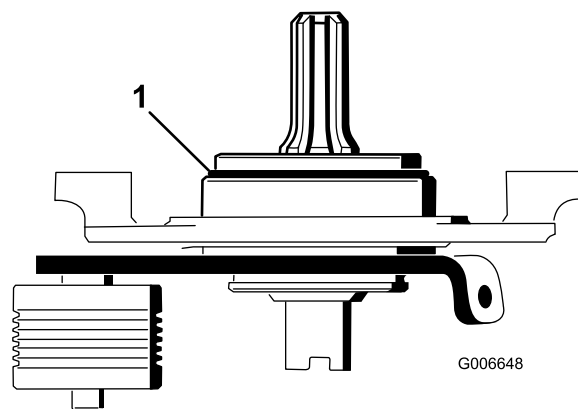

図 23
22. 3/8-16 タップを使って、左右のサイドプレートの取り付け穴の内壁のペイントを除去する。 図 23。
重要 Oリングを忘れずに、また、正しい向きでピボットハブに取り付けること 図 23。